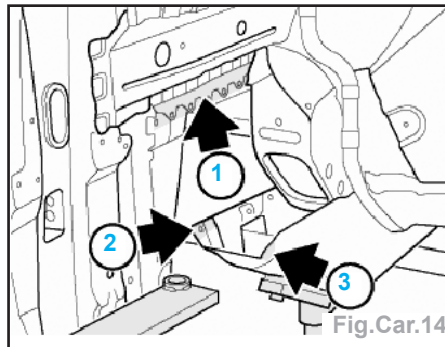

Fig.Car.14
- Plier légèrement la bride du renfort du tablier (1) et les bords du partie AR de longeron (2 et 3) pour faciliter le montage de la partie AV du longeron (Fig.Car.14).